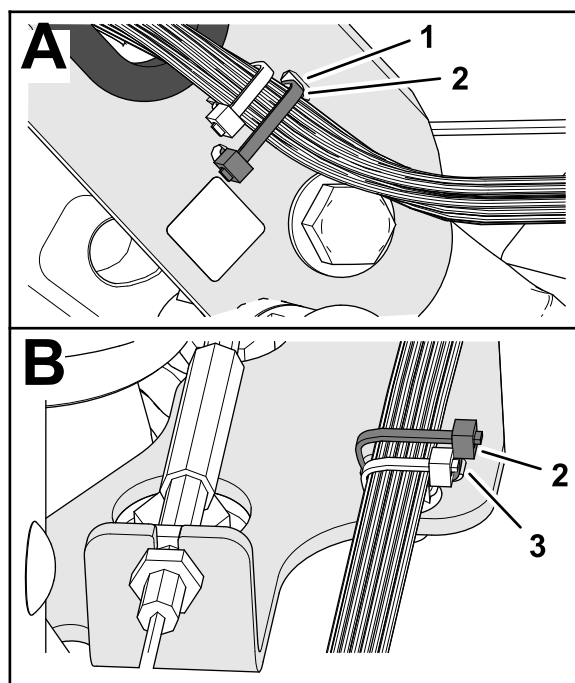

**Figura 11**
6. Fissate il cablaggio preassemblato della macchina al canale della maniglia con una fascetta per cavi attraverso le fessure del canale (**Figura 11**).